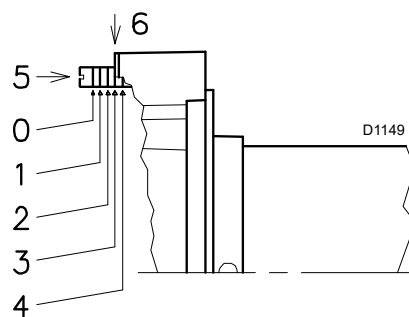
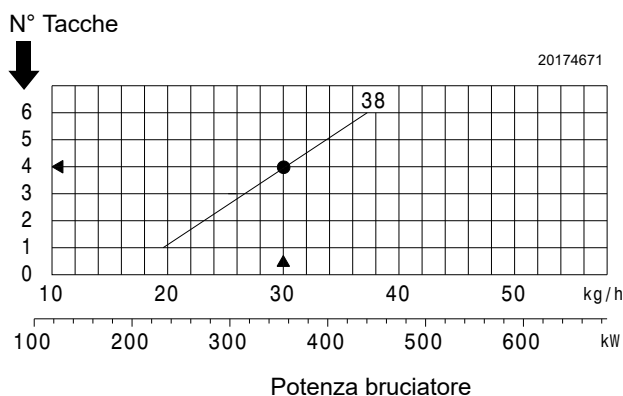

Fig. 17
Fig. 18
- Ruotare la vite 5)(Fig. 17) fino a far collimare la tacca indicata dal diagramma (Fig. 18) con il piano anteriore della flangia 6)(Fig. 17).
- Dal diagramma (Fig. 18) risulta che per questa portata la regolazione della testa di combustione va effettuata sulla tacca 4, come in Fig. 17.